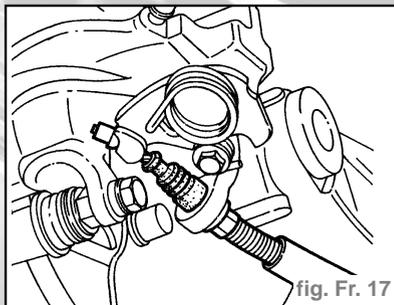

fig. Fr. 17
- Décrocher le câble du frein de parking (fig. Fr. 17).